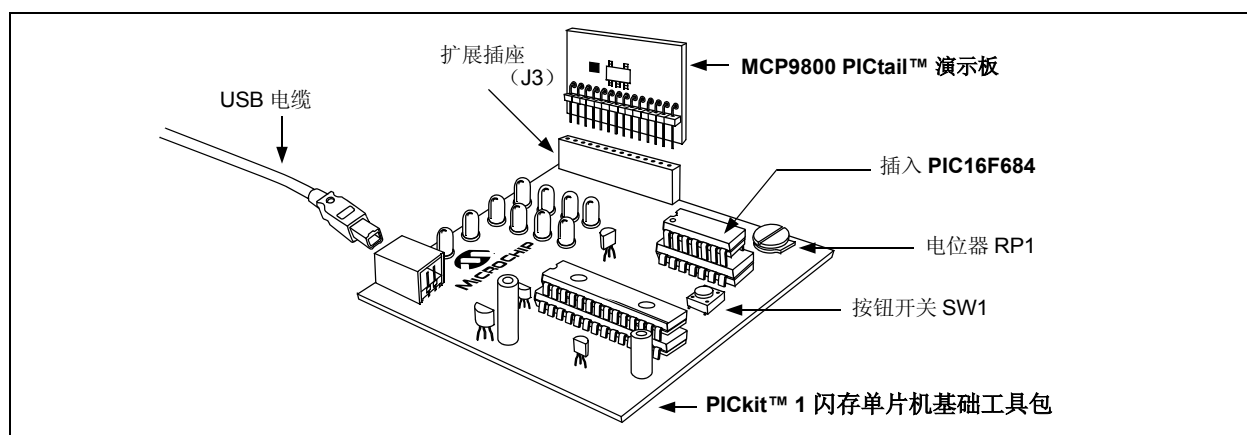
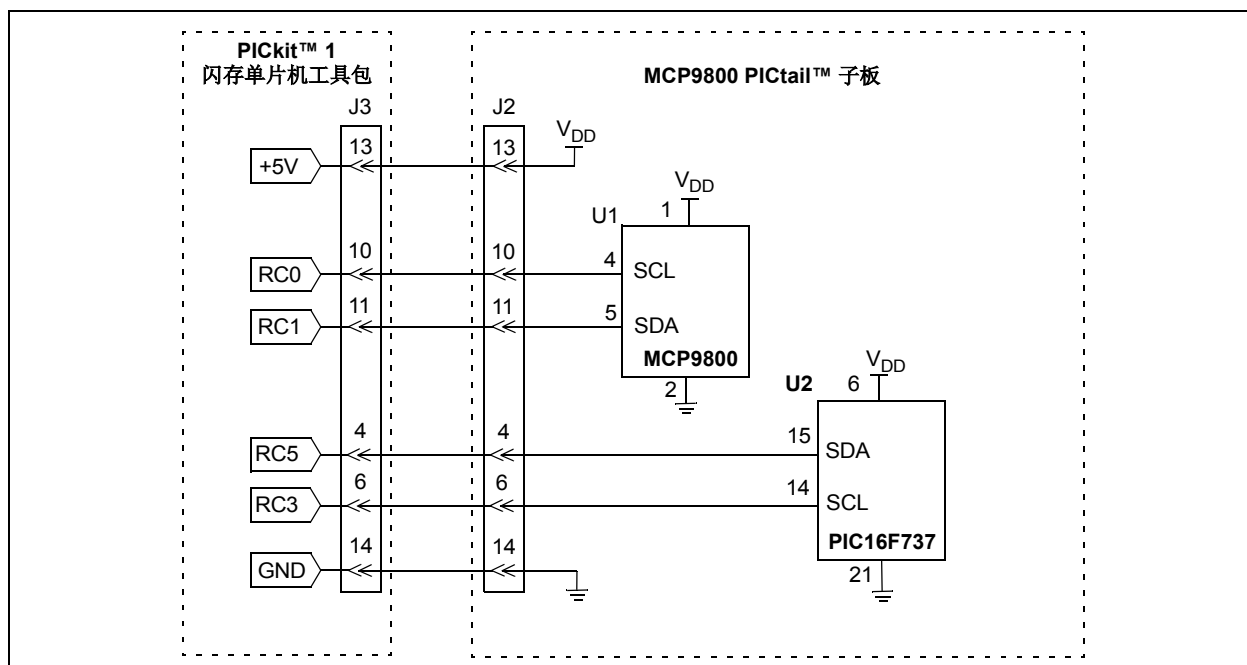

图 2-2: MCP9800 PICtail™ 子板和 PICKit™ 1 闪存单片机工具包
图 2-3: MCP9800 PICtail™ 子板简化原理图
1. 将MCP9800温度传感器PICtail演示板J2插头连接到PICKit™ 1闪存单片机基础工具包的连接器 J3。MCP9800 温度传感器 PICtail 演示板的正确连接方向请参见图 2-2，演示板简化原理图请参见图 2-3。